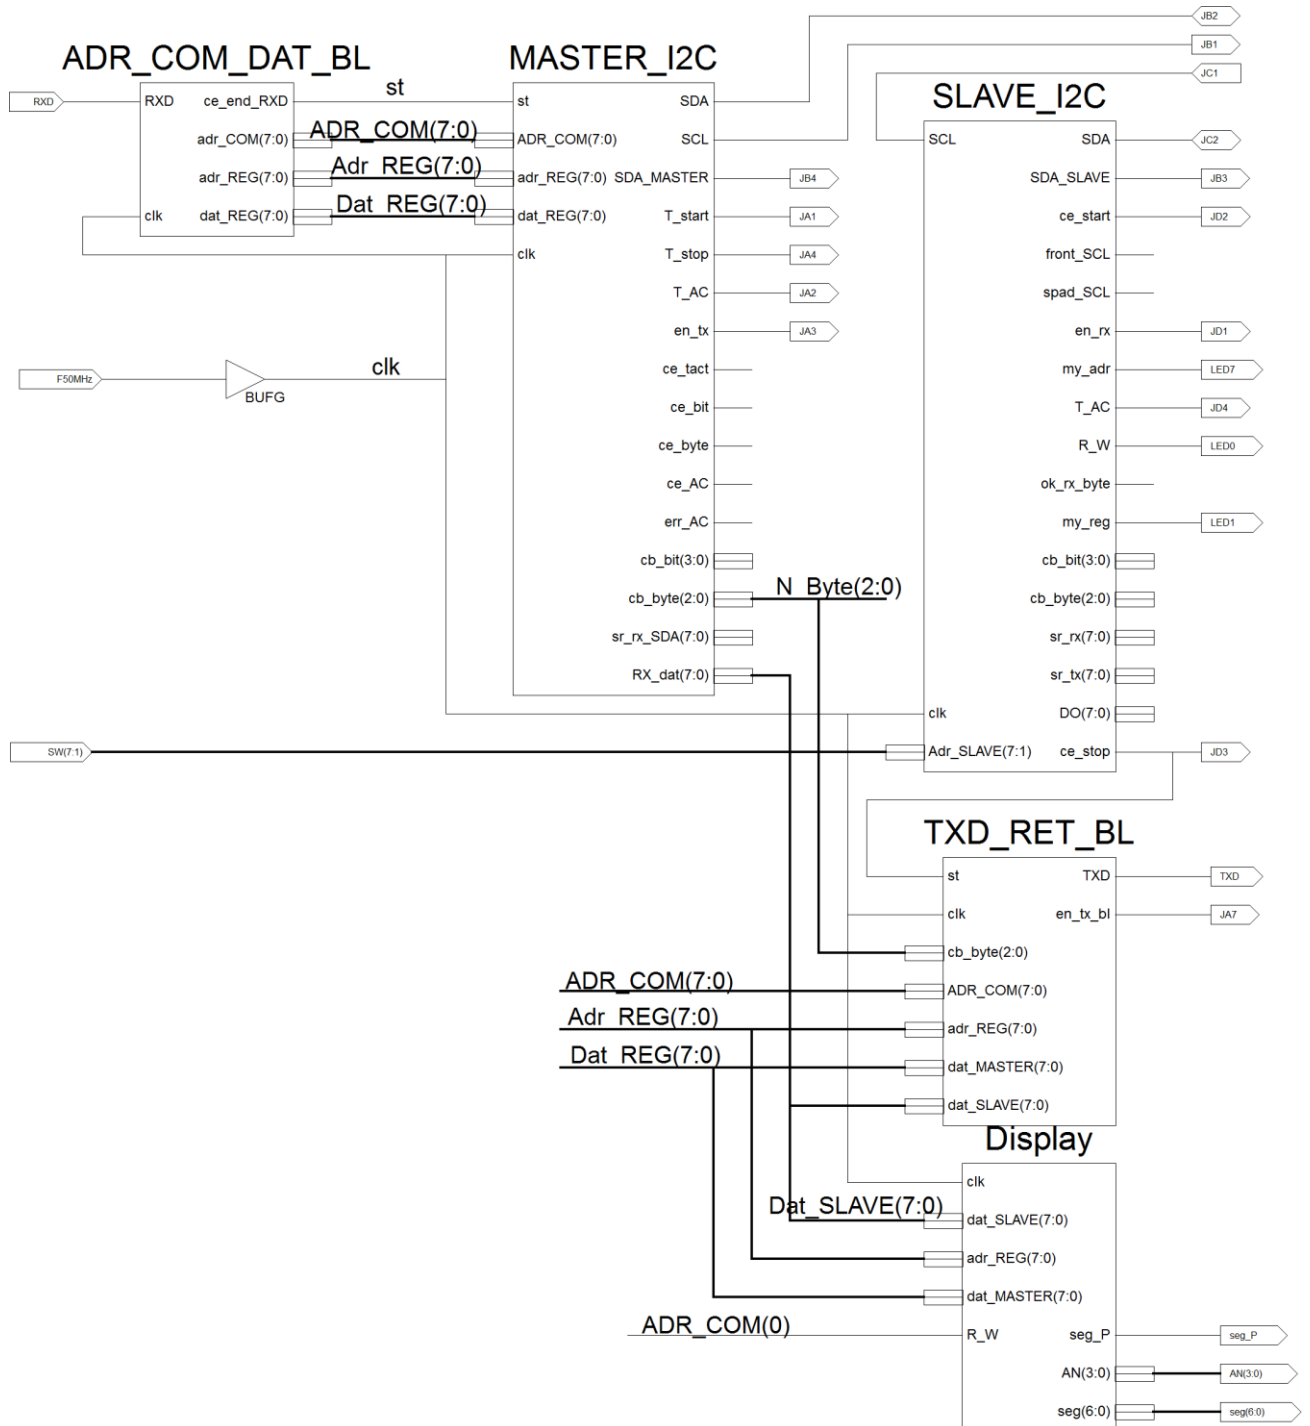

Рис. 10 Лист схемы лабораторной работы Lab408
5.6 Создать лист схемы (Schematic) **S\_Sch\_Lab408** или модуль **V\_Sch\_Lab408**. Из созданных модулей (для **V\_Sch\_Lab408**) или символов **ADR\_COM\_DAT\_BL** (для **S\_Sch\_Lab408**), **TXD\_RET\_BL**, **MASTER\_I2C**, **SLAVE\_I2C** и **Display** составить модуль (приложение 6.6) или лист схемы (рис. 10) лабораторной работы. Для составленной схемы **S\_Sch\_Lab408** или **V\_Sch\_Lab408** создать (Implementation Constraints File) файл **Sch\_Lab408.ucf** (см. приложение 6.4).